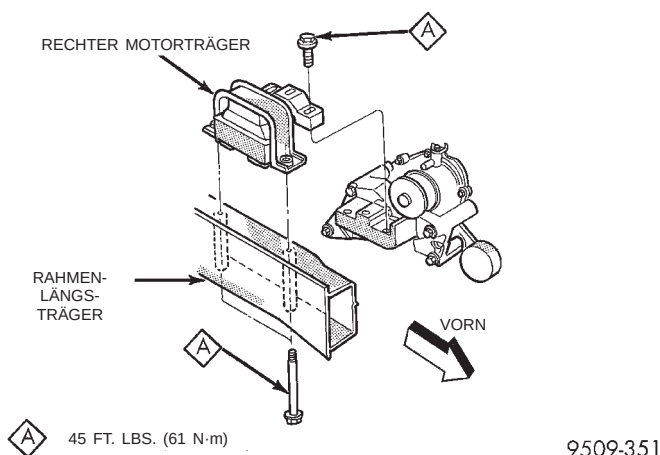

**Abb. 28 Motoraufhängung—Rechts
(1) Fahrzeug anheben und inneres Spritzschutzblech ausbauen. Die vertikalen Befestigungsschrauben des rechten Motorträgers aus dem Rahmenlängsträger herausdrehen (Abb. 28).
(2) Fahrzeug absenken. Motoraufhängung entlasten. Hierzu Motor und Getriebe vorsichtig mit einem Rangierwagenheber abstützen.
(3) Drei Halteschrauben, die den Motorträger mit der Motorhalterung verbinden, herausdrehen.
(4) Trockner der Klimaanlage beiseite schieben.
(5) Kühlmittel-Ausgleichsbehälter ausbauen. Siehe hierzu Kapitel 7, Kühlsystem.
(6) Rechten Motorträger abbauen.
(7) Die drei Halteschrauben, die den Motorträger mit dem Motorblock verbinden, herausdrehen.
(8) Der Einbau erfolgt in umgekehrter Reihenfolge des Ausbaus. Vorgeschriebene Anzugsmomente siehe (Abb. 28).